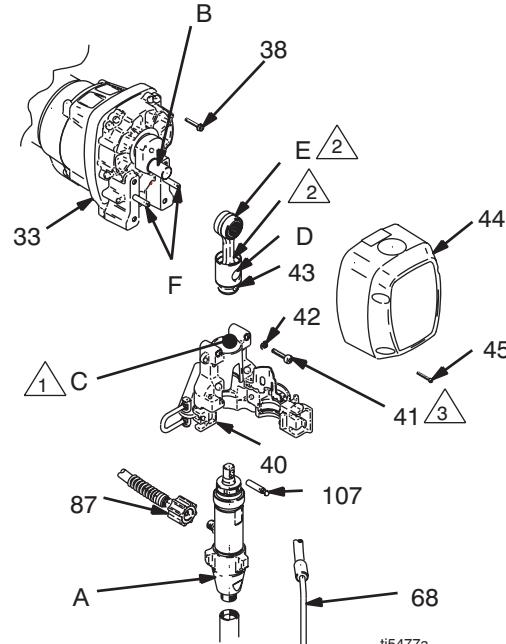

Fig. 1
- FIG. 1. Fjern fire skruer (45) og frontdekslet (44).
- Fjern fire skruer (41) og skivene (42) fra lagerhuset (40).
- Trek i veivstangen (43) og bank lett med en plasthammer nederst på baksiden av lagerhuset for å løsne det fra drivmekanismehuset (33). Trekk lagerhuset med veivstangen av drivmekanismehuset.
- Undersøk veiven (B) og veivstangen (43) for å se om det er mye slitasje og skift ut deler der det er nødvendig.
8. Sett skruene (18) i drivmekanismehuset. Trekk jevnt til med momentet som er vist i notat 3 i Fig. 1.